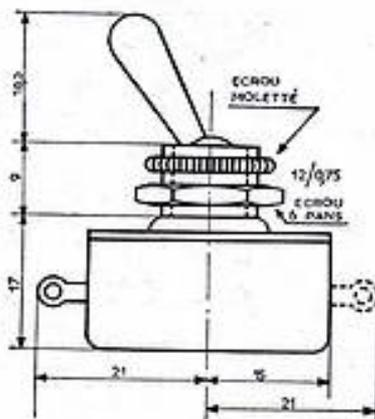

Fig. 18.
J.D. (Radio). — Des interrupteurs à rupture brusque, des circuits imprimés entièrement réalisés dans des ateliers spécialisés pour l'impression, la gravure et le découpage. Des condensateurs variables dont on connaît la qualité depuis pas mal d'années (fig. 18).